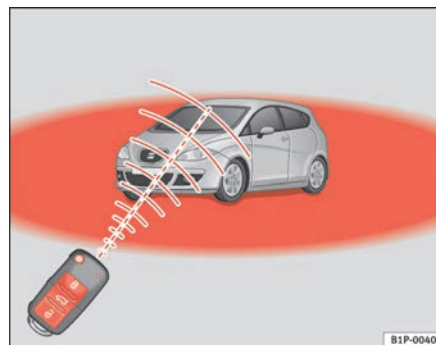

Fig. 63 Radio de acción del mando a distancia por radiofrecuencia
- El mando a distancia por radiofrecuencia funciona únicamente dentro de su radio de acción ⇒ página 106, fig. 63 (zona roja).